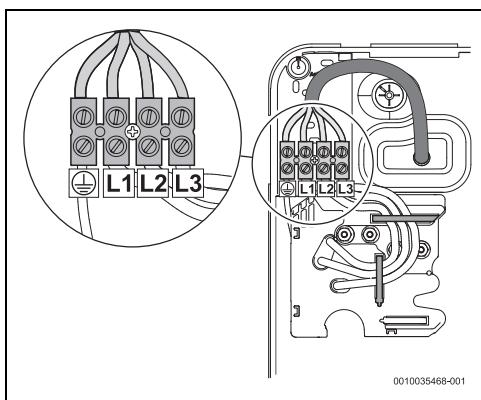

Fig. 99 Raccord supérieur
- Raccordement supérieur (fig. 99)